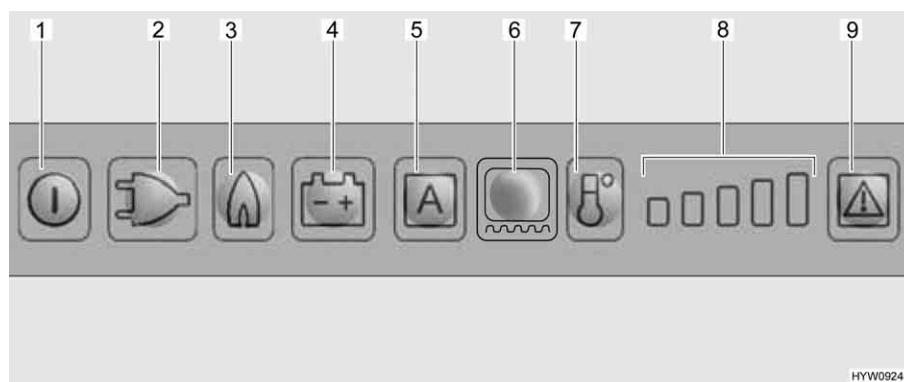

Fig. 190 Elementi di comando del frigorifero
Se è impostata la modalità di funzionamento "AES", la tensione a 230 V **non** è allacciata e il motore del veicolo è **spento**, il sistema AES seleziona il rifornimento di gas. Selezionando il funzionamento a gas, il dispositivo di sicurezza si apre automaticamente, così che il gas possa fluire al bruciatore. Contemporaneamente si inserisce l'accenditore elettronico. Se la fiamma del gas si spegne, p. es. a causa di un colpo di vento, l'accenditore viene subito azionato riaccendendo il gas. In caso di guasto del funzionamento a gas, i tasti luminosi relativi a gas (Fig. 190,3) e guasto (Fig. 190,9) lampeggiano e viene emesso un segnale acustico per 20 secondi.
Dopo l'accensione il frigorifero seleziona automaticamente la regolazione intermedia del termostato. Questa regolazione può essere modificata manualmente tramite il tasto di selezione del livello di temperatura (Fig. 190,7). Le spie di controllo (Fig. 190,8) indicano la temperatura selezionata sul termostato. Il tasto di selezione del livello di temperatura permette di regolare la temperatura di refrigerazione per tutti e tre i tipi di energia. Ci vogliono alcune ore prima che il frigorifero raggiunga la temperatura normale di esercizio. Cambiando la modalità di funzionamento la regolazione del termostato non viene modificata. La temperatura di refrigerazione è indipendente dal tipo di energia utilizzata.
- Accendere il riscaldamento del telaio per 2 ore: Premere una volta il tasto luminoso per il riscaldamento del telaio (Fig. 190,6). Sull'indicazione dei gradi di temperatura (Fig. 190,8) si accende una barra.
- Accendere il riscaldamento del telaio per 5 ore: Premere due volte il tasto luminoso per il riscaldamento del telaio (Fig. 190,6). Sull'indicazione dei gradi di temperatura (Fig. 190,8) si accendono due barre.
- Regolazione del riscaldamento del telaio ad esercizio continuo: Premere tre volte il tasto luminoso per il riscaldamento del telaio (Fig. 190,6). Sull'indicazione dei gradi di temperatura (Fig. 190,8) si accendono tre barre.
L'indicazione dei gradi di temperatura (Fig. 190,8) indica per alcuni secondi la durata di esercizio del riscaldamento del telaio.
Nel caso di temperature esterne ed umidità dell'aria elevate è possibile che si formino gocce d'acqua sul telaio in metallo del vano congelatore. Per questo motivo il frigorifero è dotato di un riscaldamento del telaio per il vano congelatore. Nel caso di temperature e umidità dell'aria elevate, accendere il riscaldamento del telaio con il tasto luminoso per il riscaldamento del telaio (Fig. 190,6). È possibile così evitare fenomeni di corrosione. Quando il riscaldamento del telaio è acceso, si accende il tasto luminoso (Fig. 190,6).
- Premere il tasto On/Off (Fig. 190,1) per circa 2 secondi. Il frigorifero si accende e viene visualizzato l'ultimo tipo di energia impostato, oppure "AES".
- Impostare la temperatura di refrigerazione con il tasto di selezione del livello di temperatura (Fig. 190,7). Le spie di controllo (Fig. 190,8) indicano la temperatura selezionata sul termostato.
- Premere il tasto On/Off (Fig. 190,1) per circa 2 secondi. Il frigorifero si spegne e le indicazioni smettono di lampeggiare.